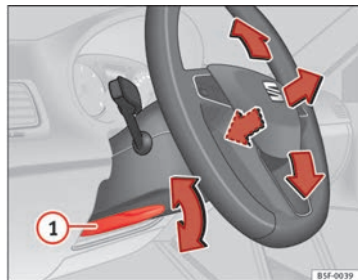

Fig. 117 Palanca en la parte inferior del lateral izquierdo de la columna de dirección
- Tire de la palanca ① ⇒ fig. 117 hacia abajo ⇒ ⚠